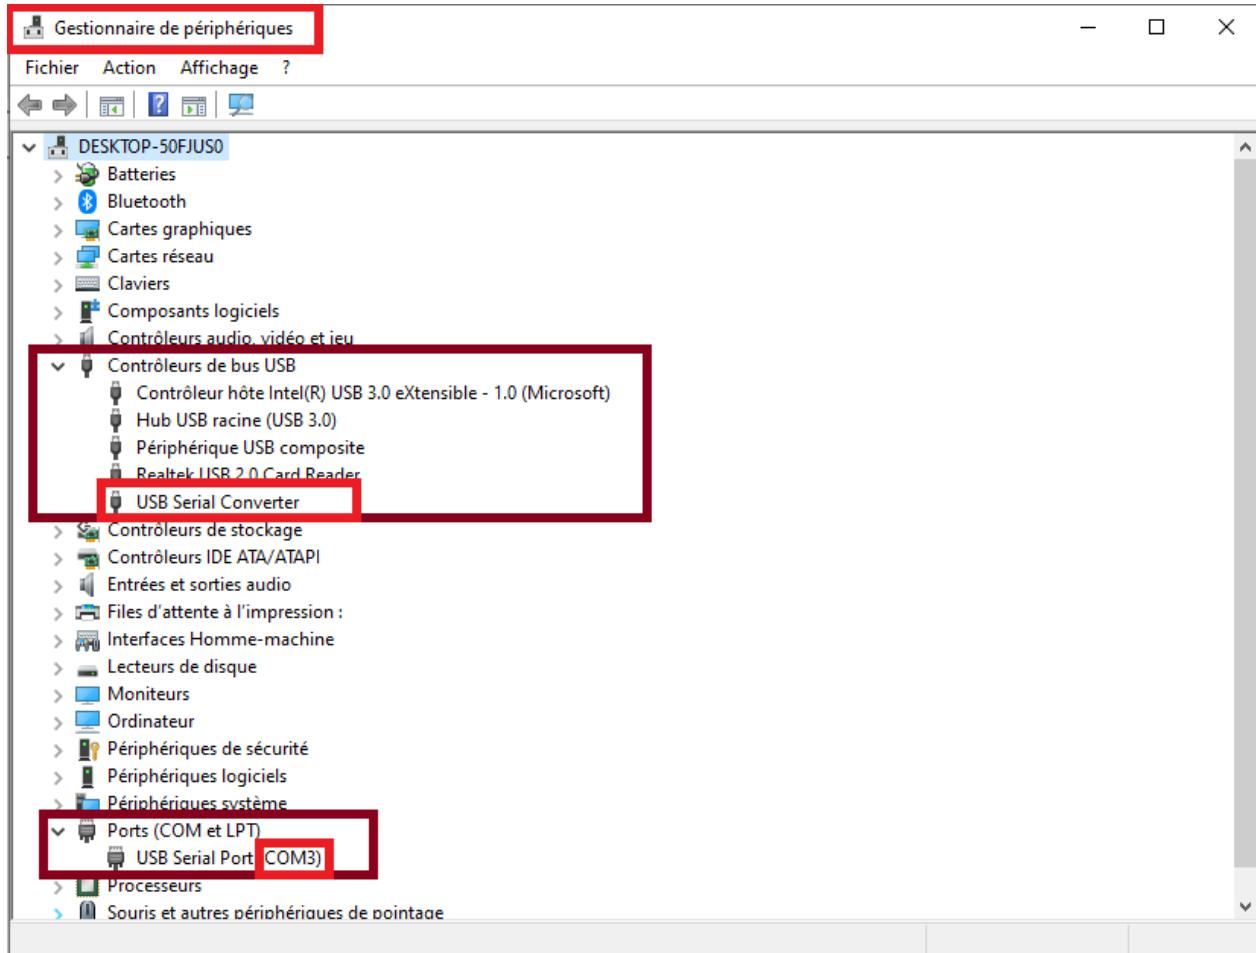

FIGURE 31 – Fenêtre des paramètres de GS Server.
- Une fois identifié déplier le menu «Port (COM et LPT)», voir figure 31, plus bas et vous avez le port COM associé au bus USB du câble de la monture.